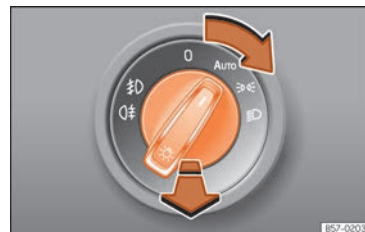

Fig. 45 Tablero de instrumentos: mando de las luces.
- Gire el interruptor hacia la posición deseada » » » fig. 45.